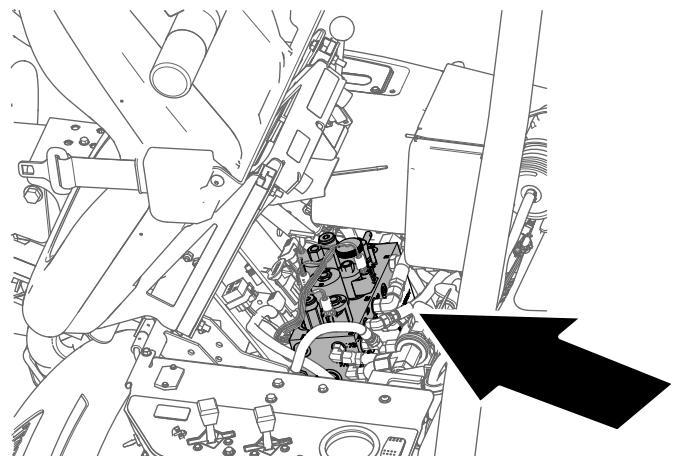

Bild 64
2. Klappen Sie den Bedienersitz hoch und stützen Sie ihn mit der Stützstange ab (Bild 64).